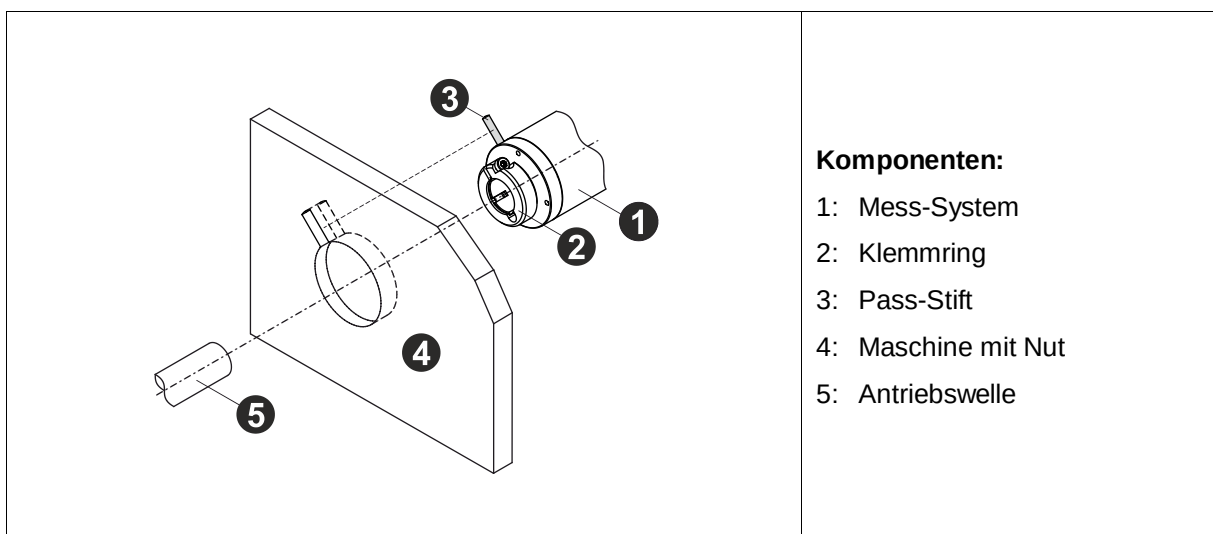

Abbildung 9: Montage mit seitlichem Pass-Stift und kundenseitiger Nut, Prinzip-Darstellung
- Das Mitdrehen des Mess-System-Gehäuses wird über einen Pass-Stift, seitlich am Mess-System, und einer kundenseitigen Nut in der Maschine verhindert. Siehe Abbildung 9.